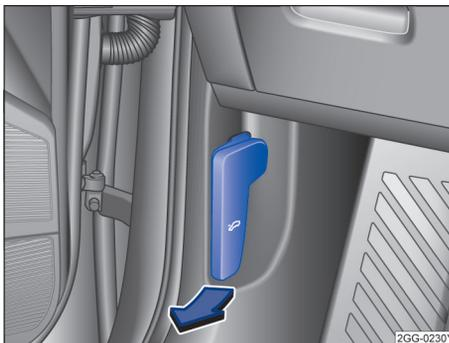

图 200 驾驶员侧脚部空间：发动机舱盖锁开启手柄 ▶
- 将车门打开沿图示箭头方向拉动开启手柄 → 图 200，舱盖在弹簧机构的作用下弹开少许。